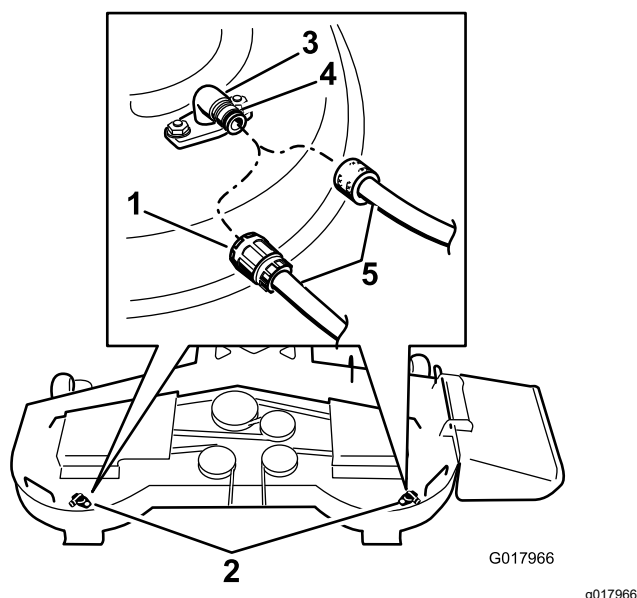

Figure 81
3. Branchez le raccord du tuyau au raccord de lavage du plateau de coupe et ouvrez l'eau en grand (Figure 81).